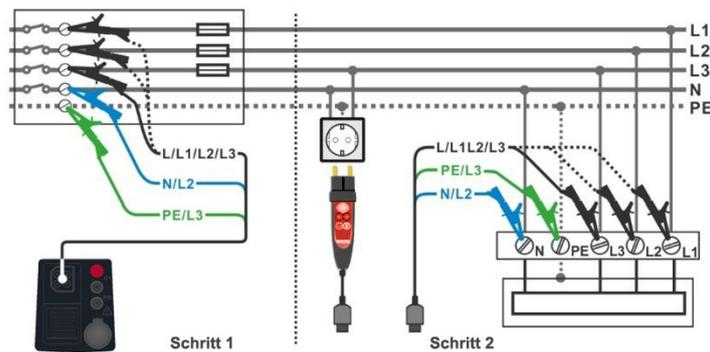

Abbildung 7.73: AUTO TT-Messung
- › Schließen Sie die 3-Leiter-Prüfleitung oder den Commander Prüfstecker am Prüfobjekt an, siehe **Abbildung 7.73**.